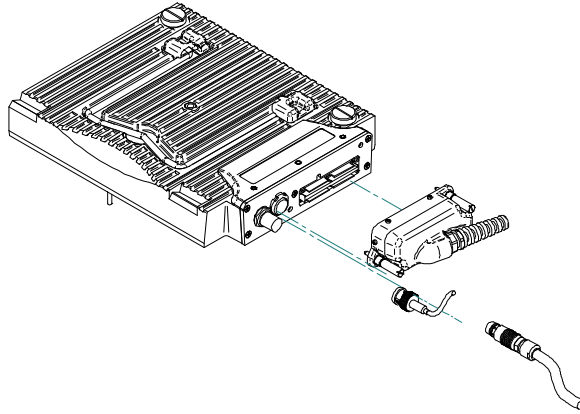

图 L-2 ECA 模块及适用的连接器
1. 使 ECA 探头连接器的导向针对准模块的涡流阵列（EC ARRAY）接口中的导向针插孔（参见第 171 页的图 L-2）。